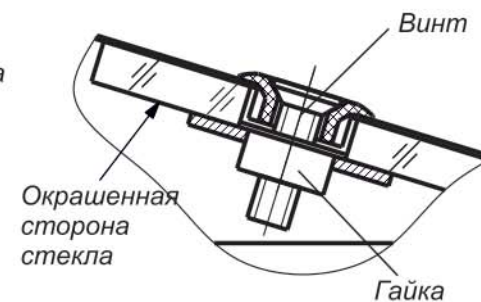

РИС. 10
- вставьте стекло (стекло следует установить окрашенным элементом вниз (рис.10);
- закрутите винты (рис. 10) и установите фильтр.